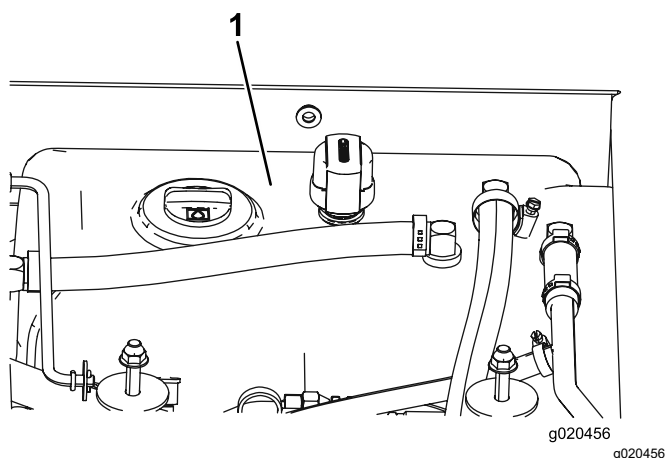

Figure 118
4. Remplissez le réservoir (Figure 118) de liquide hydraulique ; voir Contrôle du niveau de liquide hydraulique \(page 86\).